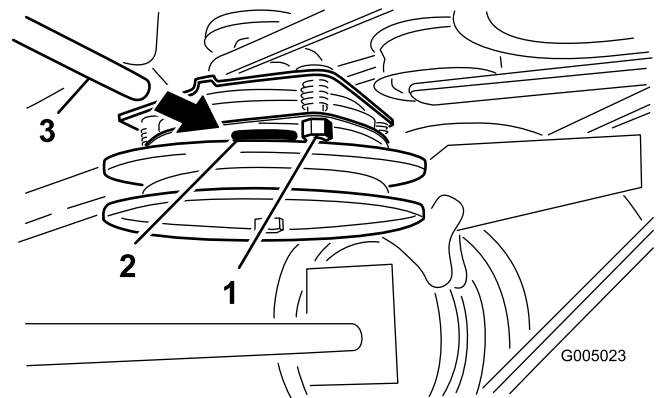

Figura 43
2. Apriete las contratuercas hasta fijar ligeramente la galga pero dejando que ésta se pueda mover con facilidad en la separación (Figura 43).